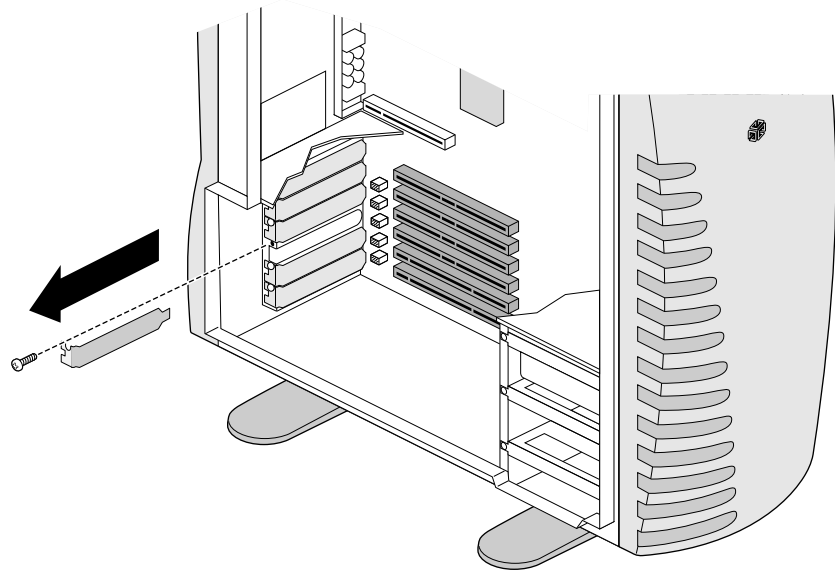

Figura 5-2 Removendo o painel vazio de E/S
7. Usando uma chave de fenda Phillips, remova o parafuso do painel vazio de E/S que está no slot onde será instalada uma placa PCI. Veja a Figura 5-2.